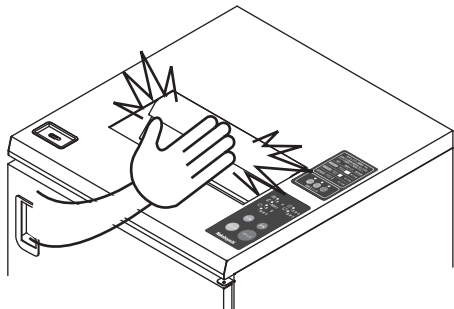

図6 緊急停止方法
- 危険が生じた場合など、緊急停止したい場合には安全停止スイッチ⑤を押してください。このスイッチを押すと、細断処理を中断し、停止します。 図6 参照